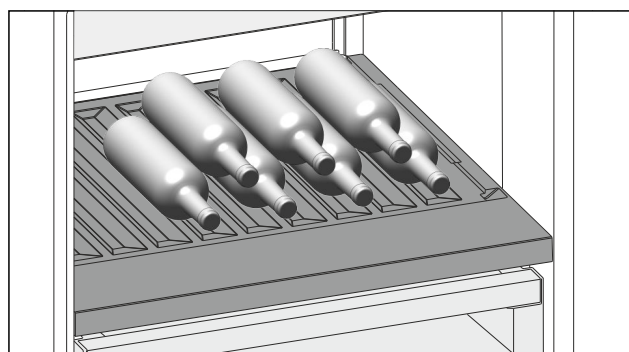

Fig. 157
- Flessen met de bodem naar achteren tegen de achterwand plaatsen. (zie Fig. 157)